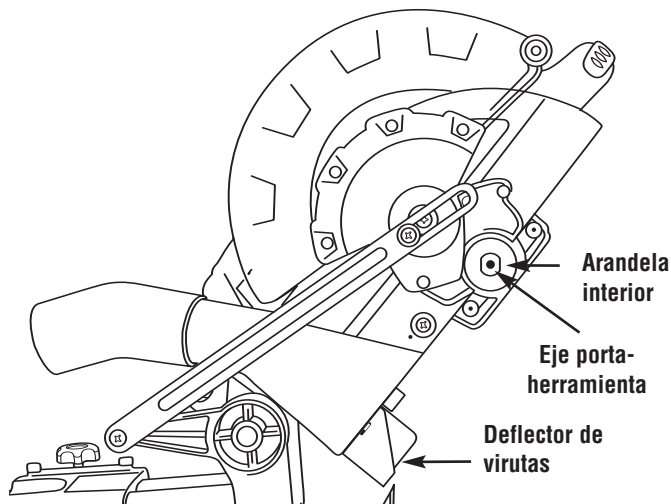

Figura 3. Instalación de la hoja
6. Para instalar la hoja de 10", ajuste la hoja entre los deflectores de virutas y en el eje portaherramienta (Figura 3). **NOTA:** Asegúrese de que la flecha de rotación que está en la hoja coincida con la flecha de rotación en el sentido de las agujas del reloj que está en el protector inferior.